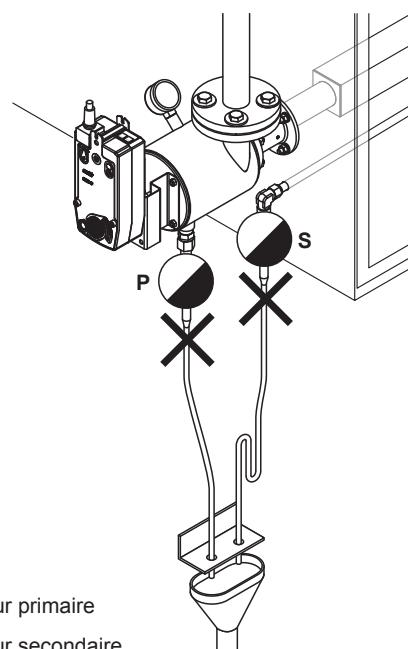

Fig. 48 : Conduite d'évacuation de condensat mal installée
- Le condensat primaire (provenant de l'unité de vanne) doit être évacué séparément du condensat secondaire (provenant du distributeur de vapeur). Cela signifie que les deux conduites d'évacuation des condensat ne doivent pas être raccordées jusqu'à l'entonnoir d'évacuation ouvert/l'écoulement au sol (voir Fig. 48). Si ce n'est pas le cas, il est possible que le condensat primaire, qui est sous une pression plus élevée, soit forcé dans le distributeur de vapeur via la conduite de condensat secondaire et, dans le pire des cas, il peut innonder ce dernier. Le risque de coups de vapeur augmente également car le condensat primaire chaud touche le celui secondaire.